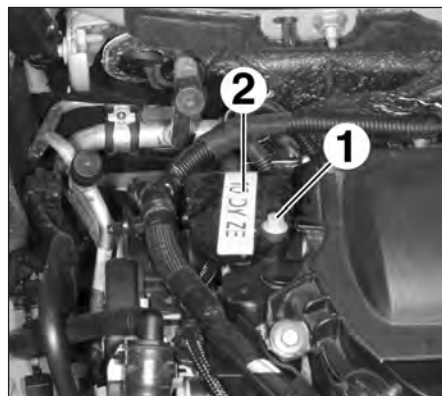

FIG.71
- la vis (1) (Fig.71),
- la mise à l'air libre (2) des électrovannes.